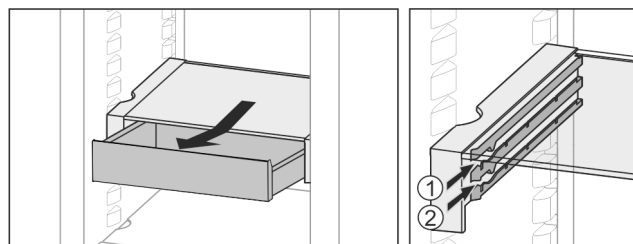

Fig. 20
- ▶ Zasuňte v libovolné výšce Fig. 20 (1) nebo Fig. 20 (2).